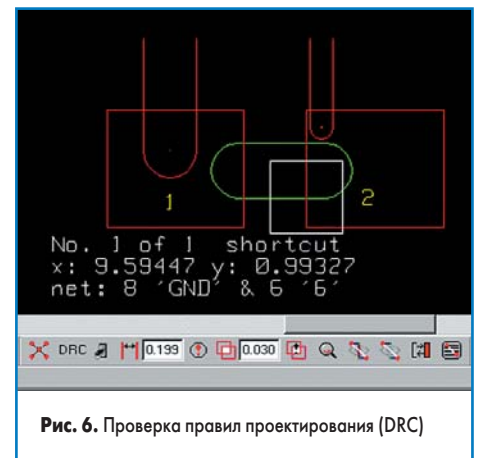

Рис. 6. Проверка правил проектирования (DRC)
- проверка в процессе рисования объектов на их замыкания с другими цепями (рис. 6);